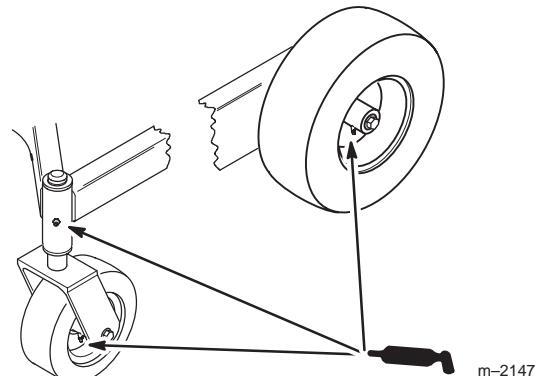

Bild 29
1. Fetten Sie die Radlager und vorderen Spindeln, bis das Fett beginnt, aus den Lagern auszutreten (Bild 29).